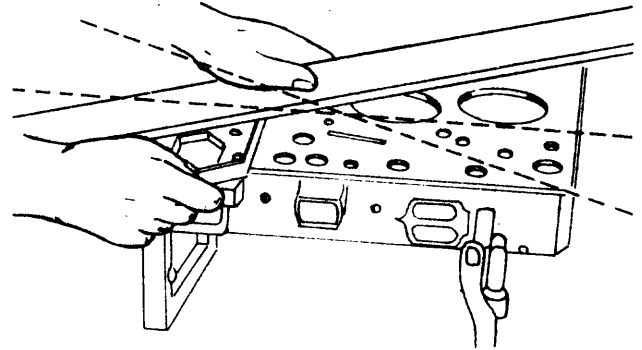

Fig. 1
- b Verifique la igualdad de la superficie, usando una regla rígida y una lámina calibrada (fig. 1).